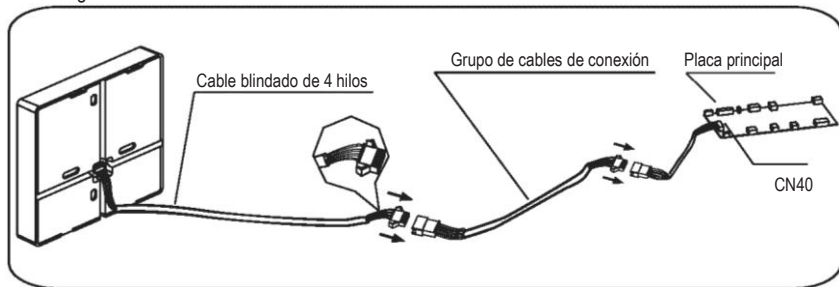

Fig 3-3
- Conecte el conector hembra de la placa base con el conector macho del grupo de cables. (Vea la Fig.3-3)
- Conecte el conector del otro extremo del grupo de cables con el conector macho del mando de pared. (Vea la Fig.3-3)